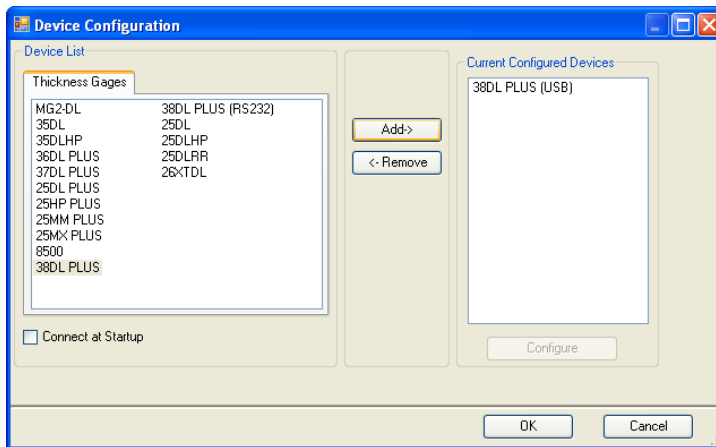

図 14-10 機器構成ダイアログボックス
- b) **Device Configuration** (機器構成) ダイアログボックスで、以下の操作を行います (278 ページの図 14-10 参照)。
- (1) **Device List** (機器リスト) で、39DL PLUS を選択してから **Add** (追加) をクリックします。**Current Configured Devices** (現在の構成済み機器) リストに 39DL PLUS (USB) が表示されます。
- (2) **Connect at Startup** (起動時に接続) チェックボックスを選択して、GageView が 39DL PLUS の起動時に自動的に接続を試みるようにします。
- (3) **OK** をクリックします。